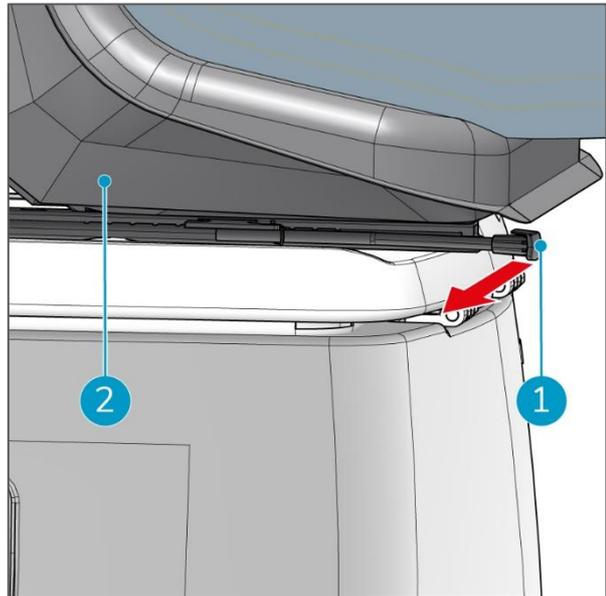

Figure 21
2. Tirez le levier du siège latéralement (Figure 21, pos. 1).
3. Déplacez le siège (Figure 21, pos. 2) vers l'arrière ou l'avant jusqu'à ce que vous soyez à l'aise derrière le volant.